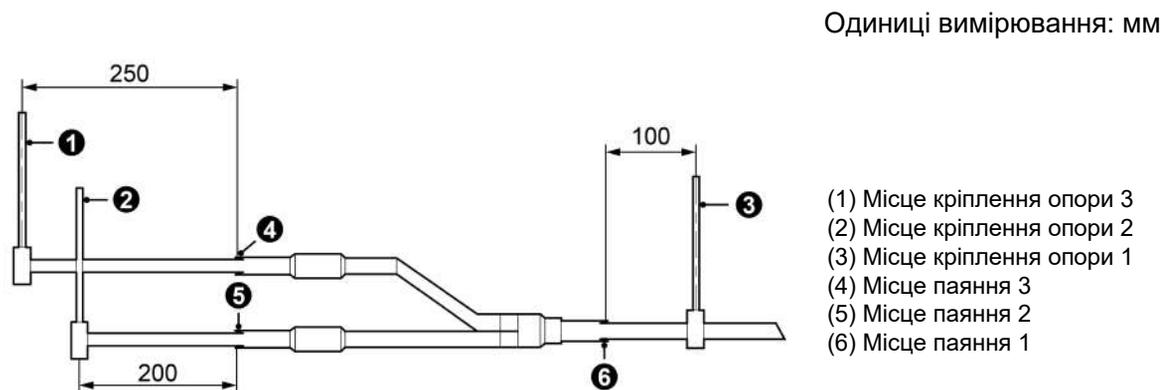

Рис.4.2.11
(3) Повинні бути три точки кріплення як для горизонтального, так і для вертикального монтажу рефнету Y-типу. Див. рис.4.2.11.